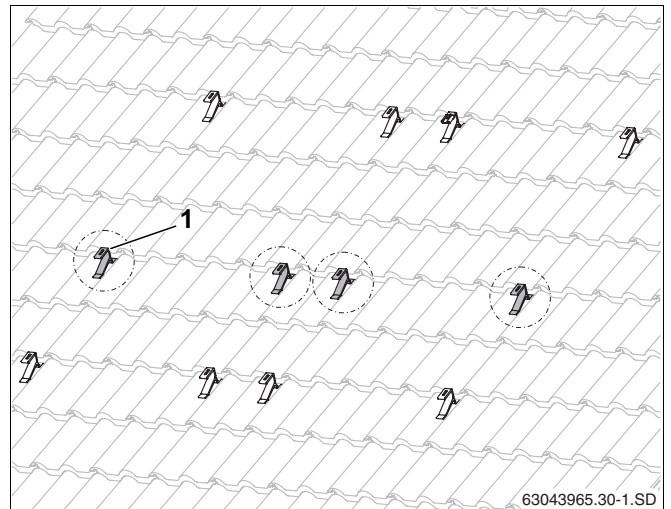

Bild 28 Ytterligare takhakar för snöbelastningsprofil (här: för två solpaneler)
- Montera de ytterligare takhakarna (bild 28, **pos. 1**) så nära mitten som möjligt mellan de redan monterade övre och nedre takhakarna.